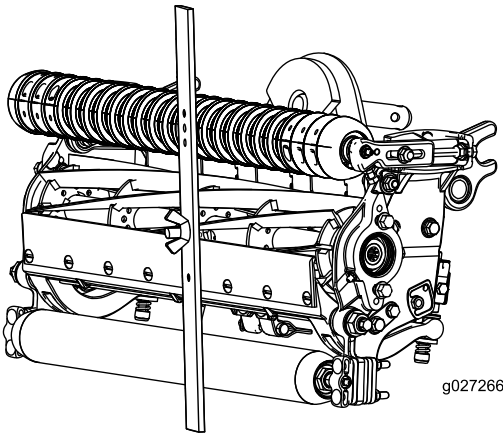

Figura 17
4. Prenda a cabeça do parafuso à extremidade cortante da lâmina de corte e apoie a extremidade traseira da barra no rolo traseiro (Figura 17).